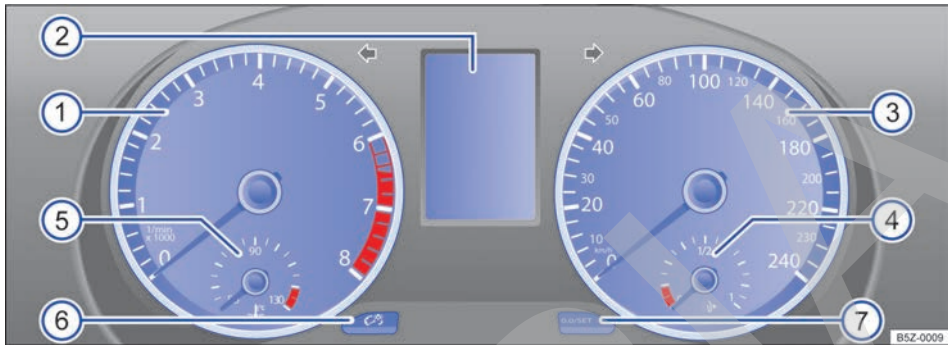

Fig. 38 Instrumento combinado en el panel de instrumentos.
Significado de los instrumentos → fig. 38:
- ② **Indicadores del display** → pág. 45.
- ③ **Velocímetro** (medidor de velocidad).
- ④ **Indicador del nivel de combustible** → pág. 50.
- ⑤ **Indicador de temperatura del líquido refrigerante del motor** → pág. 51.
- ⑥ **Tecla de ajuste de la iluminación del panel de instrumentos** → pág. 89.
- ⑦ **Tecla de ajuste del reloj o para cambiar entre el indicador de la temperatura exterior y el reloj** **[0.0/SET]**.
- Con el encendido conectado, para ajustar el reloj, si es necesario, cambiar al indicador del reloj, presionar la tecla → fig. 44 ② hacia arriba o hacia abajo o presionar el botón de ajuste → fig. 38 ⑦.